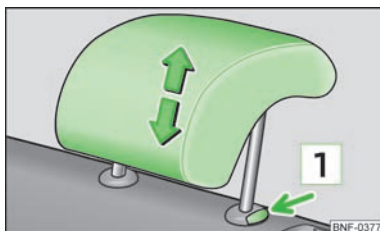

Fig. 35
- Attrapez l'appuie-tête par les côtés des deux mains et poussez-le vers le haut dans la position souhaitée » fig. 35.
- Appuyez sur le bouton de verrouillage [1] » fig. 35 et le maintenir enfoncé d'une main, et, de l'autre main, tirer l'appuie-tête jusqu'à le faire sortir.